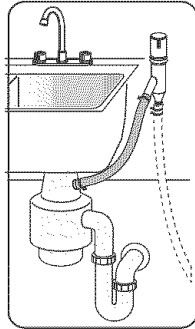

Figure 25
- 4) To a disposer dishwasher drain connection through an air gap, as shown on Figure 25.
- 4) Sur la connexion de vidange d'un broyeur par un espace d'air, figure 25.
- 4) A la conexión de evacuación para lavadoras de platos en un eliminador de basura y a través de un dispositivo de ventilación, como muestra la Ilustración 25.